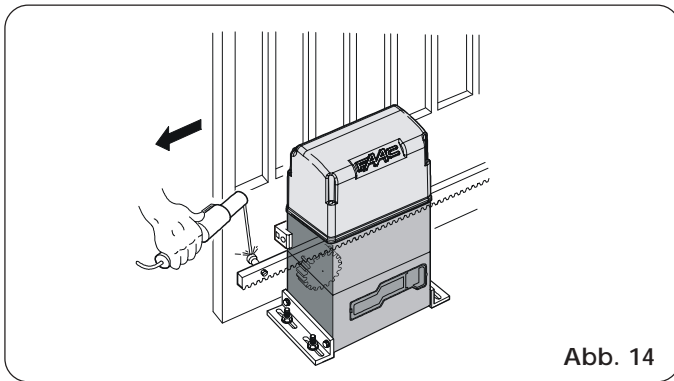

Abb. 14
- 3) Den ersten Teil der Zahnstange auf dem Ritzel bündig auflegen und den Gewindesperrzahn wie in Abb.14 gezeigt auf das Tor schweißen.